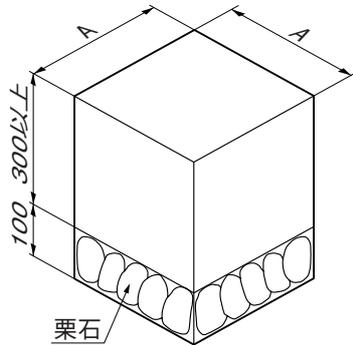

図4-1 はね出し用柱の基礎
① 図4-1と、表4-1または表4-2にしたがって、栗石をしいてください。